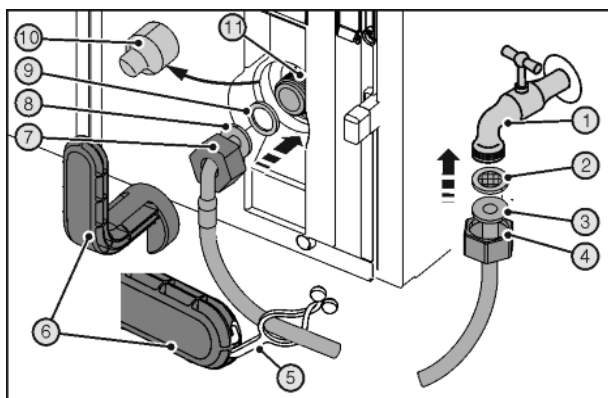

Fig. 44
Резаные раны из-за поломанного вспомогательного инструмента Fig. 44 (6).
- ▶ Вспомогательный инструмент Fig. 44 (6) использовать только при комнатной температуре.
- ▶ До конца сдвинуть гайку Fig. 44 (4) через прямой конец шланга Fig. 44 (3) и удерживать.
- ▶ Вставить ситовую ловушку Fig. 44 (2) в гайку Fig. 44 (4).
- ▷ Ситовая ловушка Fig. 44 (2) прилегает к прямому концу шланга Fig. 44 (3) и слегка поддерживается.
- ▶ Подсоедините к запорному крану Fig. 44 (1) гайку Fig. 44 (4) с расположенной на прямом конце шланга Fig. 44 (3) ситовой ловушкой Fig. 44 (2).
- ▶ Временным открытием запорного крана Fig. 44 (1) подачи воды удалить воздух из водопровода и заполнить водой. Шланг для этого держать в ведре.
- ▶ Снять крышку Fig. 44 (10).
- ▶ До конца сдвинуть гайку Fig. 44 (7) через конец шланга в виде угла Fig. 44 (8) и удерживать.
- ▶ Смочить уплотнение Fig. 44 (9) и вдавить в гайке Fig. 44 (7) на конце шланга в виде угла Fig. 44 (8).
- ▷ Уплотнение Fig. 44 (9) прилегает к концу шланга в виде угла Fig. 44 (8) и слегка поддерживается.
- ▶ Подсоедините к электромагнитному клапану Fig. 44 (11) гайку Fig. 44 (7) с расположенным на изогнутом в виде угла конце шланга Fig. 44 (8) уплотнением Fig. 44 (9).
- ▶ Затяните подключения с помощью вспомогательного инструмента Fig. 44 (6) по часовой стрелке, пока не будет достигнут максимальный момента затяжки и вспомогательный инструмент Fig. 44 (6) начнет прокручиваться.
- ▶ Откройте запорный кран Fig. 44 (1) системы подвода воды и проверьте герметичность всей водяной системы.
- ▶ Зацепить накладку Fig. 44 (5) в вспомогательном инструменте Fig. 44 (6) и для хранения закрепить на шланге из высококачественной стали.